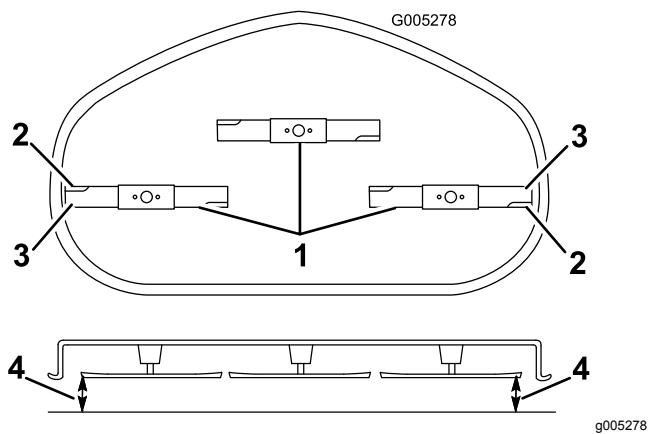

Figura 50
- Gire cuidadosamente las cuchillas hasta que estén todas orientadas lateralmente (Figura 50).
5. Mida entre los bordes de corte exteriores y la superficie plana (Figura 50). Si hay una diferencia de más de 5 mm (3/16") entre ambas dimensiones, se requiere un ajuste; siga con este procedimiento.